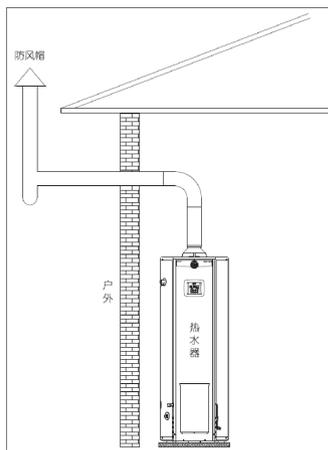

图 5
- ◆ RGS-A系列出厂未配排烟管，注意排烟管需采用耐高温的金属管材，其直径应不小于120mm。连接方式如图5所示，连接应可靠，长度较大须考虑固定措施。